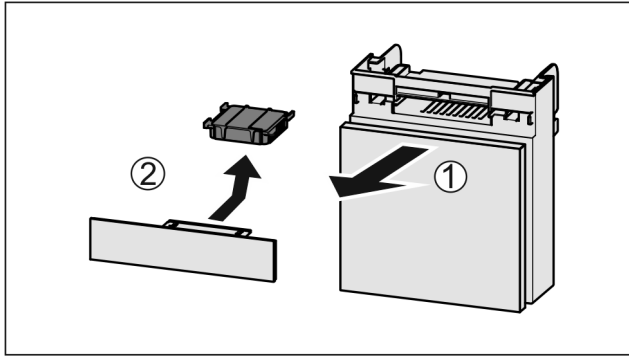

Fig. 156
- ▶ Húzza ki Fig. 156 (1) előre felé a rekeszt.
- ▶ Vegye ki az aktív szén-szűrőt Fig. 156 (2).